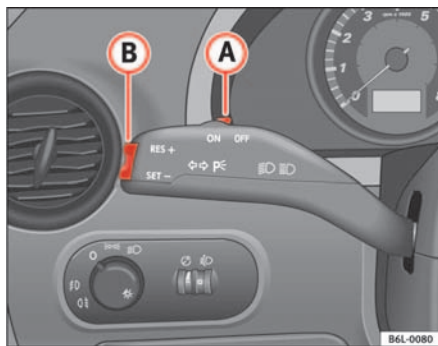

Fig. 101 Levier des clignotants et de l'inverseur-codes : commandes du régulateur de vitesse
- Appuyez une fois brièvement sur la partie inférieure **SET** de la commande à bascule ⇒ fig. 101 **A** lorsque la vitesse à mémoriser est atteinte.